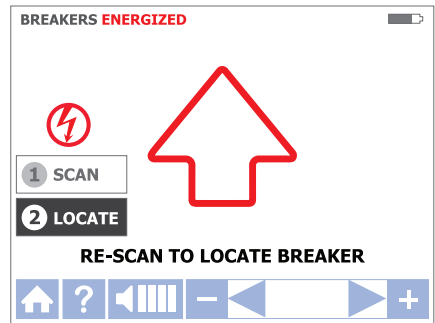
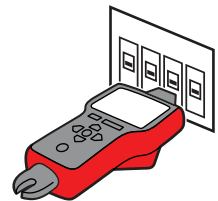

Abbildung 3.4c
Abbildung 3.4d
- b. Prüfen Sie jeden Unterbrecher/jede Sicherung eine halbe Sekunde lang durch Berühren mit dem Spitzensensor. Achten Sie darauf, dass die Vertiefung im Spitzensensor parallel zum Unterbrecher/zur Sicherung verläuft (siehe Abbildung 3.4d).
- a. Wählen Sie den LOKALISIEREN-Modus. Dazu wählen Sie diese Betriebsart mit den Richtungstasten aus, anschließend drücken Sie die gelbe ENTER-Taste. (Siehe Abbildung 3.4c.)
- b. Prüfen Sie jeden Unterbrecher/jede Sicherung eine halbe Sekunde lang durch Berühren mit dem Spitzensensor. Der rote Pfeil zeigt an, dass die Messung läuft (siehe Abbildung 3.4c). Achten Sie darauf, dass die Vertiefung im Spitzensensor parallel zur Längsseite des Unterbrechers verläuft. (Siehe Abbildung 3.4d.)